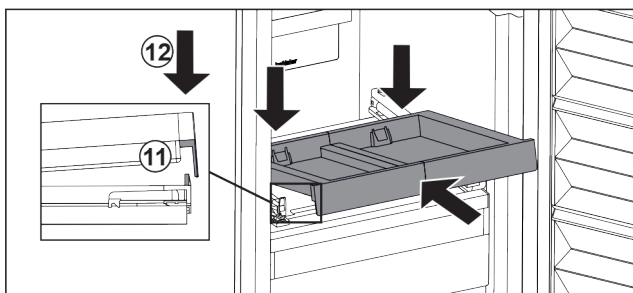

Fig. 27
- ▶ Šikmo zasuňte. Dbejte, aby byl na obou stranách doraz za západkou. Fig. 27 (11)
- ▶ Usad'te vpředu vysouvací přihrádku. Fig. 27 (12)